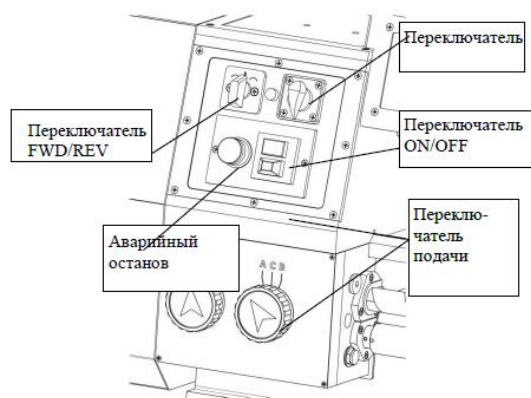

Рис. 3 Основные органы управления станка
3. Ознакомиться с органами управления, представленными на **Рис.3**. Убедиться, что кнопка «STOP» (СТОП) нажата.
Чтобы получить максимальную отдачу от станка необходимо ознакомиться с органами управления и компонентами, показанными на **Рис. 3**.